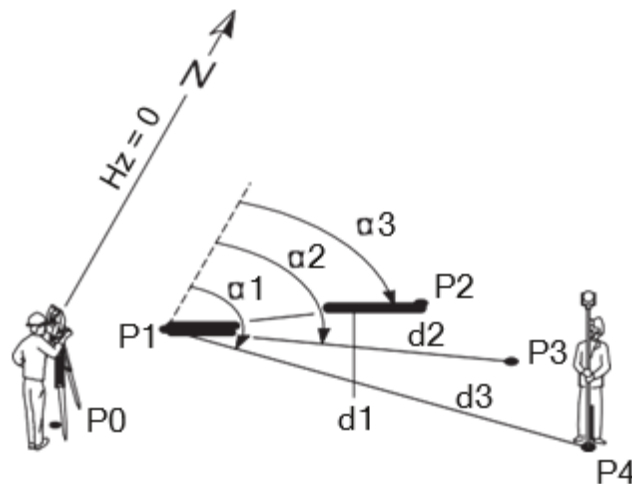

Рис. 4.33. Радіальний спосіб: P0 – точка стояння;
– радіальний: P1-P2, P1-P3, P1-P4 (рис. 4.33).